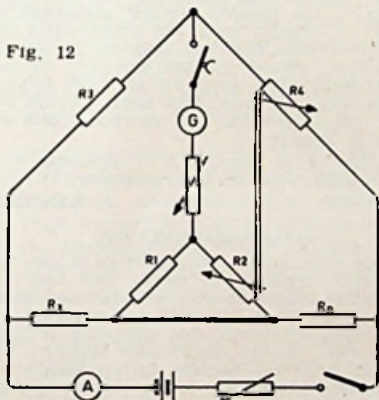

Fig. 12
B. Brug van Thomson zonder schuifdraad (fig. 12)